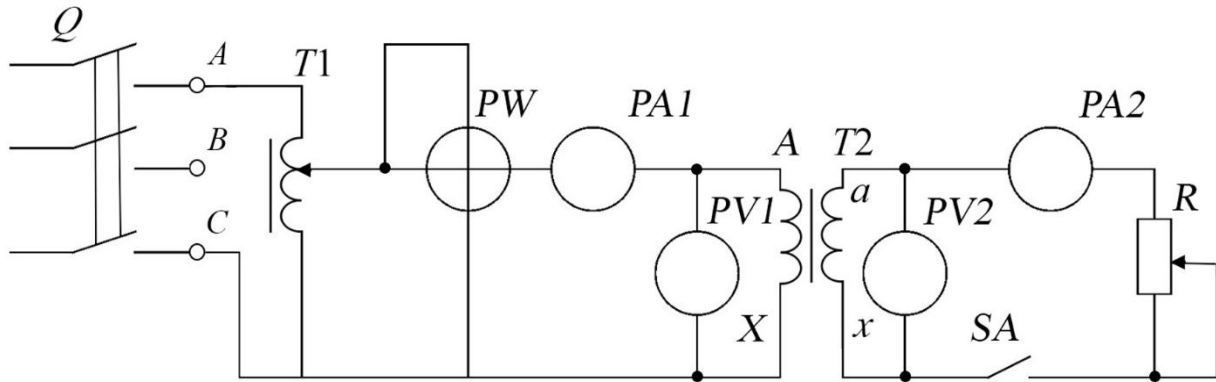

Рисунок 1. Схема экспериментальной установки
Работа выполняется на стенде ЛЭС-5. В качестве однофазного трансформатора используется одна фаза трехфазного трансформатора Т2 (см. рисунок 1) со следующими параметрами: $S_{ном}=50$ ВА, $U_{1ном}/U_{2x}=220/20$ В, $f=50$ Гц. При этом можно использовать любую
5.3. Собрать электрическую схему (рисунок 1), установив предварительно выключатели и регуляторы в исходное состояние. Для этого выключатели выключить, установить максимальное сопротивление реостата (скользящий контакт реостата установить в нижнее положение), регулятор автотрансформатора установить в положение до упора против часовой стрелки. Дать проверить схему лаборанту или преподавателю.